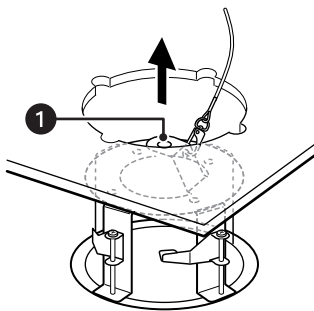

Рис. 23. Установка монтажного кронштейна
- ❶ Фундаментный болт
- ❷ Потолочный монтажный кронштейн
- ❸ Предохранительная проволока
5. Вставьте монтажный кронштейн в отверстие в потолке, а затем вставьте первый фундаментный болт в монтажное отверстие монтажного кронштейна (см. рис. 23).